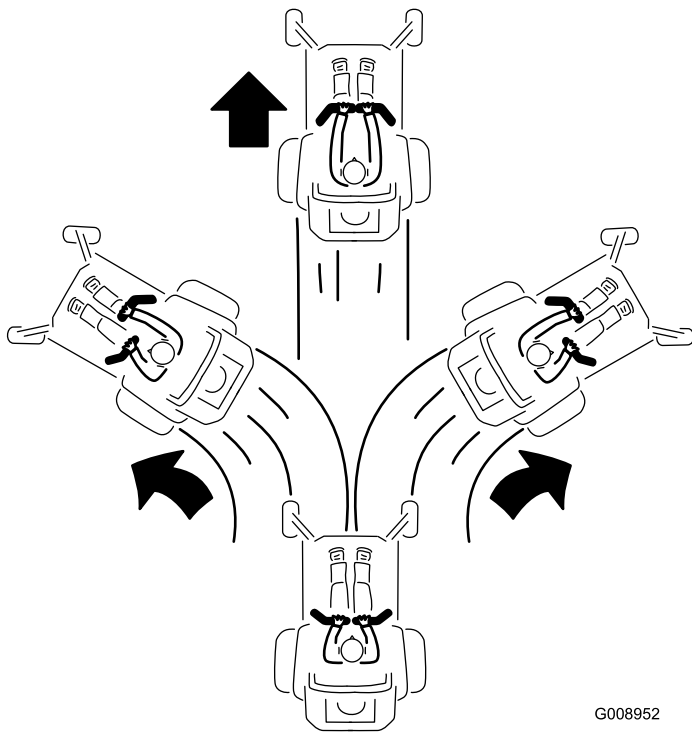

図 21
3. 前進するには、左右の走行コントロールレバーをゆっくりと前へ押し出す 図 21。